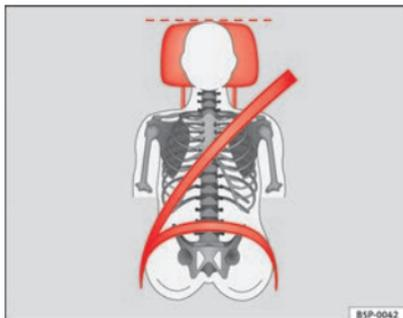
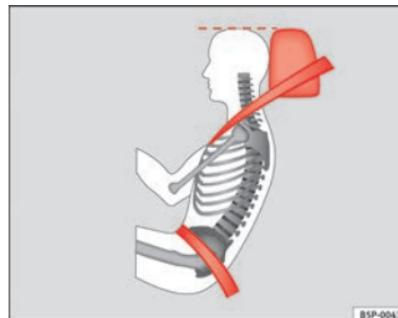

Abb. 71 Von vorne betrachtet: richtig eingestellte Kopfstütze und korrekter Gurtverlauf
Abb. 72 Von der Seite betrachtet: richtig eingestellte Kopfstütze und korrekter Gurtverlauf
- Die Kopfstützen so einstellen, dass sich die Oberkante der Kopfstütze möglichst auf einer Linie mit dem oberen Teil Ihres Kopfes, aber mindestens auf Augenhöhe befindet ⇒ Abb. 71 und ⇒ Abb. 72.